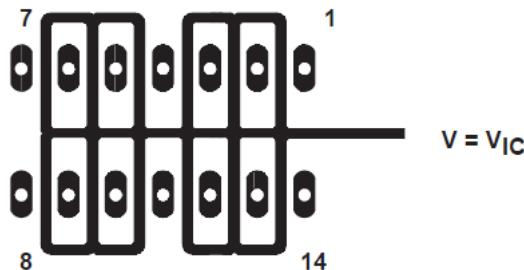

图 5-4. 器件输入端周围的隔离金属 (J 和 N 封装)
1. 将器件与其他潜在的泄漏漏源隔离。在设备输入端周围和之间使用接地屏蔽层（请参阅图 5-4）。否则可能流向输入端的泄漏电流被分流。
由于极高的输入阻抗和由此产生的低偏置电流要求，TLC274 和 TLC279 非常适合低电平信号处理；然而，印刷电路板和插座上的泄漏电流很容易超过偏置电流要求并导致器件性能下降。在输入端周围安装防护环 (类似于节 5 部分中的图 5-4) 是一种很好的做法。在与共模输入相同的电压电平下，必须从低阻抗源驱动这些防护装置 (请参阅图 6-3)。